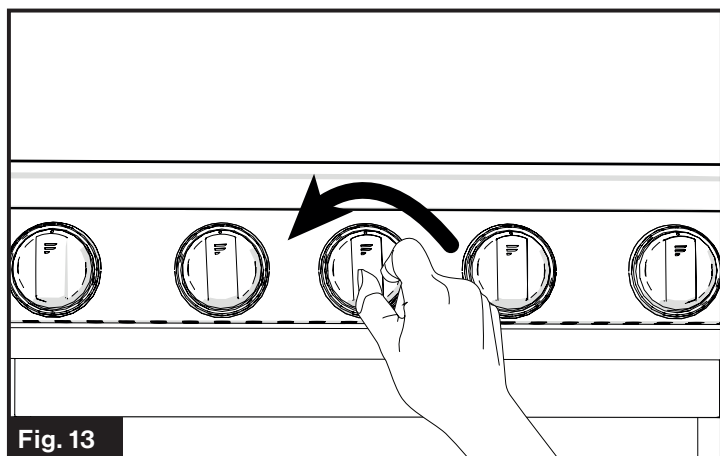

Fig. 13
2. Poussez et tournez le bouton de commande du brûleur approprié dans le sens inverse des aiguilles d'une montre jusqu'à la position . (Fig. 13)